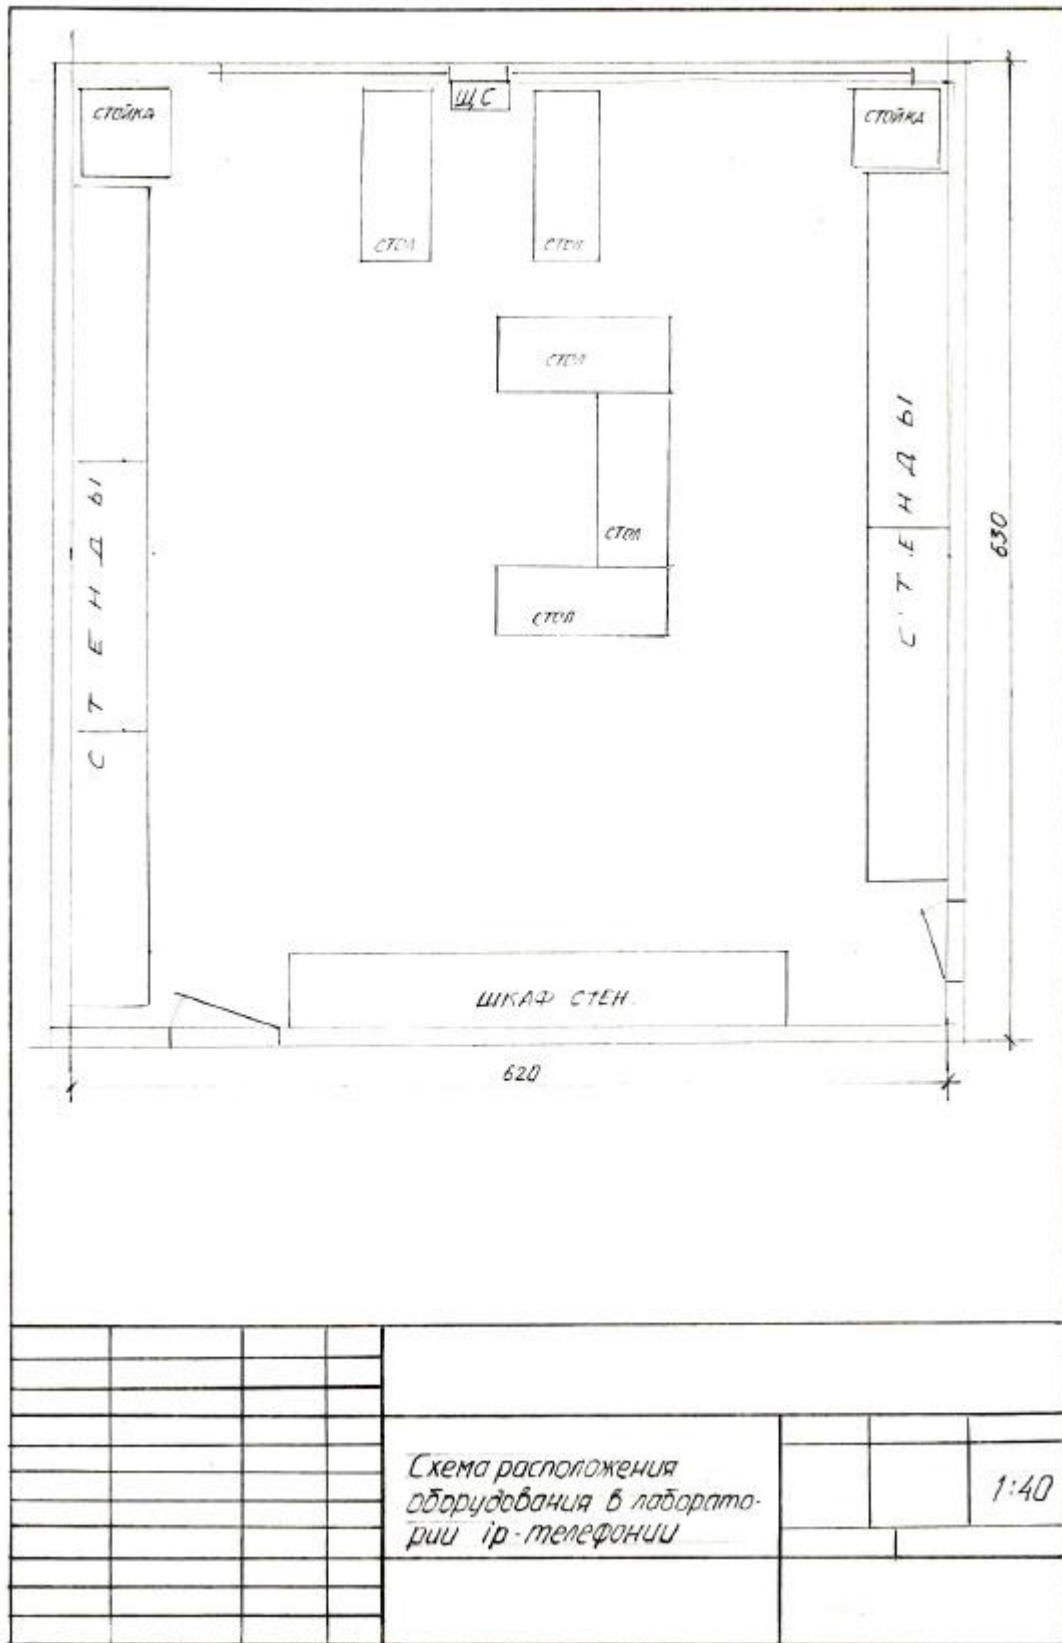

Рис. 1 Общая планировка конкурсной площадки
- Общая планировка конкурсной площадки представлена на Рис.1.